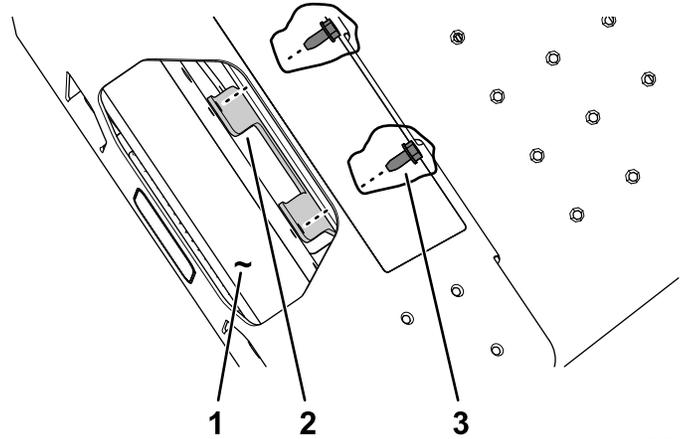

Figura 3
3. Se avete una macchina con **piattaforma standard**, montate la staffa della luce anteriore sul tubo dell'assale anteriore con le 2 viti autofilettanti (5/16" x 3/4") fornite nel kit (**Figura 3**).